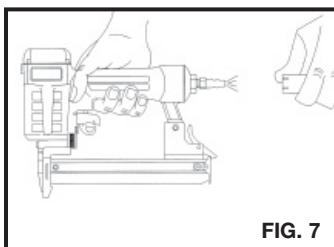

FIG. 7
11. **Conecte a ferramenta a uma mangueira de suprimento de ar com um acoplamento que automaticamente remova toda a pressão da ferramenta quando o acoplamento for desconectado.** Fig. 7.
12. **Desconecte a ferramenta do suprimento de ar antes de realizar a manutenção, liberar um prendedor emperrado, sair da área de trabalho, quando levar a ferramenta para outro local ou ao passar a ferramenta para outra pessoa.** Fig. 7.